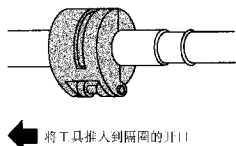

图 5-18 制冷管分离工具
93. 部件专家 A 说如图 5-18 所示的工具用来将制冷管的两端连接到一起。部件专家 B 说这一工具可以用来切断制冷管以便将制冷管损坏的部分去掉。谁是正确的？